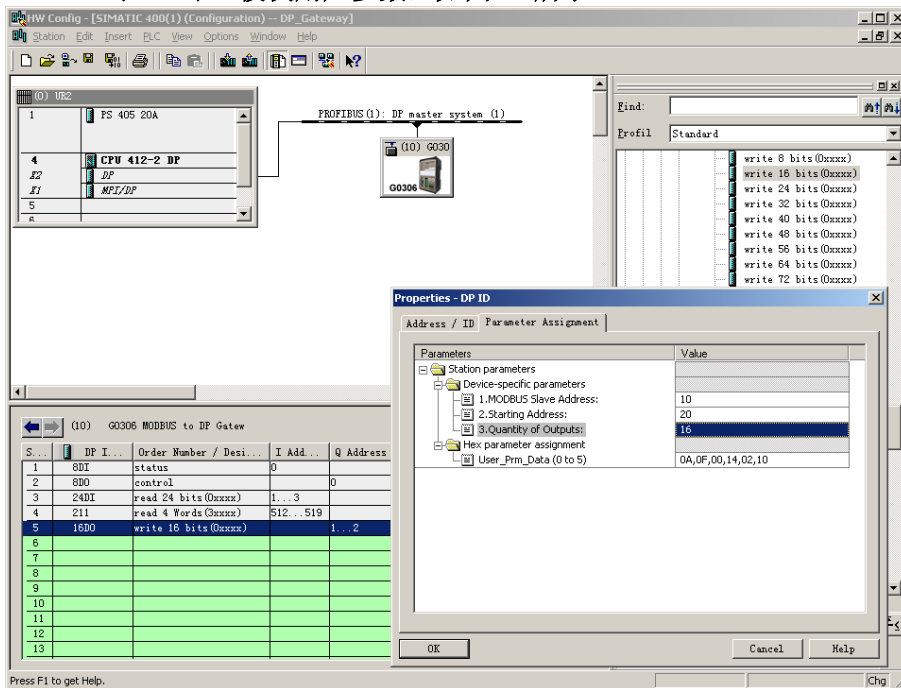

图 23 配置“write 16 bits(0xxxx)”模块用户参数
b) 配置“write 16 bits(0xxxx)”模块用户参数，如图 23 所示：
“1. MODBUS Slave Address:” ⇒ 键入 Modbus 从站地址 10, 如图 23。
“2. Starting Address:” ⇒ 键入欲写入的线圈 0xxxx 的起始地址 00021, 设置地址为 20, 如图 23。
“3. Quantity of Outputs:” ⇒ 键入欲写入的线圈个数 16 ⇒ “OK”, 如图 23。